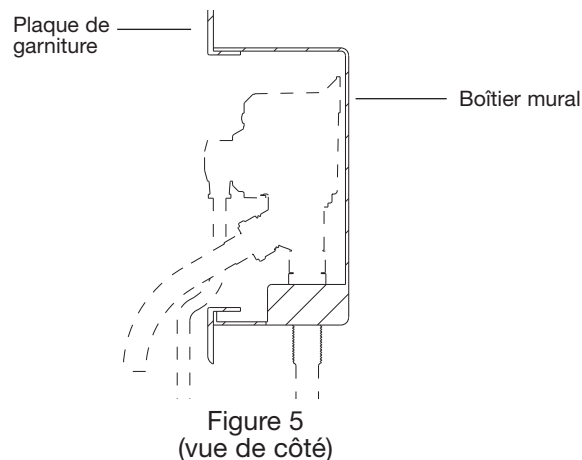

Figure 5
3. Retirez la plaque de garniture (Figures 5 et 6) et mettez-la de côté jusqu'à ce que la finition du mur soit terminée (peinture, papier, lambrissage, etc.).